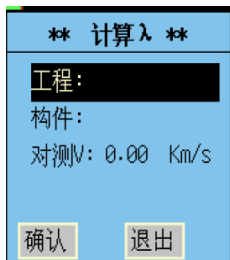

图 4.10 平测修正系数计算
10. λ ：平测修正系数，只有在前面的测试方式中选择平测时，用户可才以直接输入或计算该系数，按[确认]键，会弹出图 4.10 所示的系数计算对话框，用户可以选择参与计算的数据文件的工程、构件并输入对测声速，软件可自动计算平测修正系数。